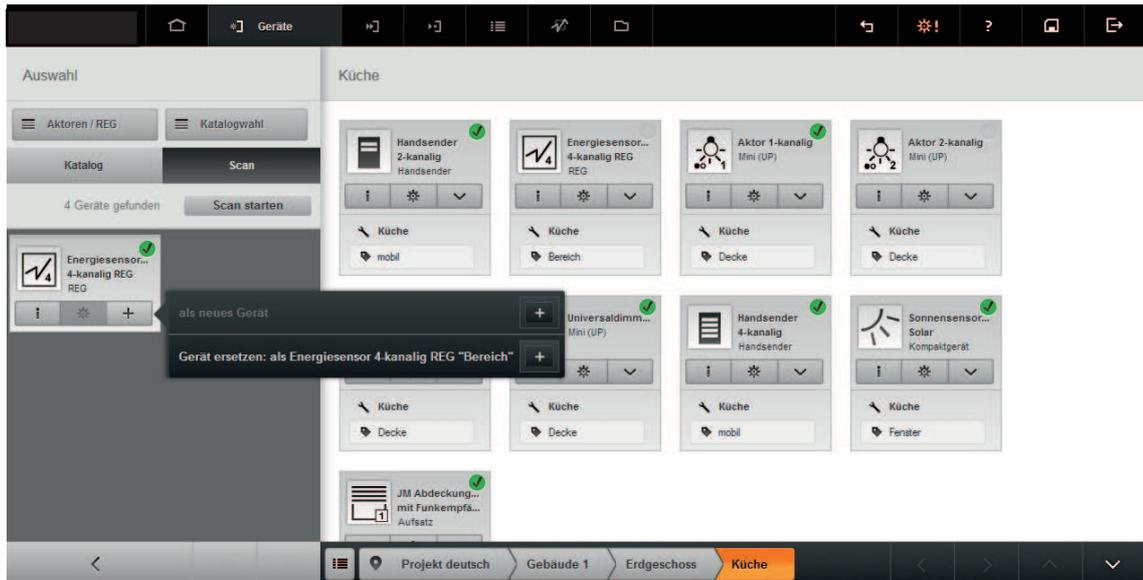

Bild 42: Gerät aus einem Anlagen-Scan einem Installationsort hinzufügen
- Schaltfläche **+** in der Gerätekachel wählen oder per Drag & Drop das Gerät in den Installationsort ziehen (Bild 42).
- ❗ Wenn mehrere Möglichkeiten bestehen das Gerät hinzuzufügen, öffnet sich die Funktionsauswahl. Funktion **als neues Gerät** wählen (Bild 42).
Funktionsauswahl wird geöffnet (Bild 42). Das Kataloggerät wird hinter der Funktion **Gerät ersetzen: als** mit seinem Installationsort aufgeführt.
- Schaltfläche  in der Gerätekachel wählen (Bild 42).